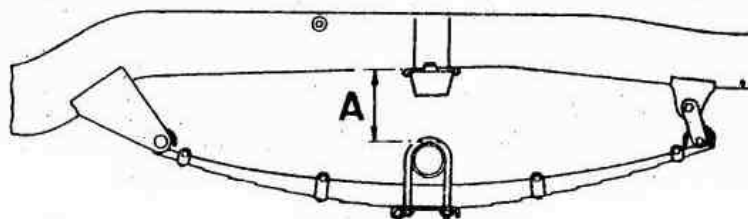

Fig. E -24 Cotas de reglaje de ballesta
- 2.4. Forzar las ballestas hacia el chasis, utilizando una palanca y una cadena o cualquier otro procedimiento adecuado hasta que se obtengan las dimensiones que se indican a continuación (Fig. E -24).